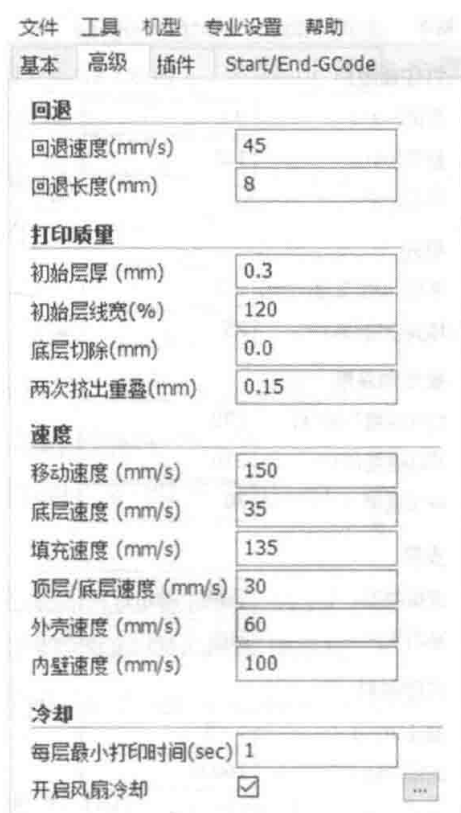

图 5-65 高级参数设置图
- ⑤底层切除：下沉进平台的部分不会被打出来，用于切除模型不平整的底面；
- ⑥两次挤出重叠：一般设定为 0.15；
- ⑦移动速度：根据打印速度的设定一般为打印速度的 1.2~1.5 倍；
- ⑧底层速度：打印第一层时的速度，一般设置较低，增加打印零件与打印平台之间的黏附性；
- ⑨填充速度：打印填充时候的速度，一般设定为打印速度的 1.2~1.3 倍；
- ⑩顶层、底层速度：打印顶层或底层的速度，一般设置较低；
- ⑪外壳速度：打印零件外壳时速度，一般设置为打印速度的 60%左右；
- ⑫内壁速度：打印模型内壁的速度，一般设置为打印速度；
- ⑬每层最小打印时间：1s 以上；
- ⑭开启风扇冷却：复选框打钩选择开启风扇冷却；
- 具体设置可以参考如下图 5-65 高级参数设置图。